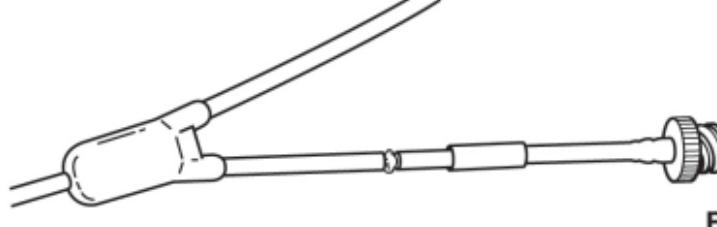

Fig. 13
4. Aplique adesivo na junçāo. (Fig. 13)